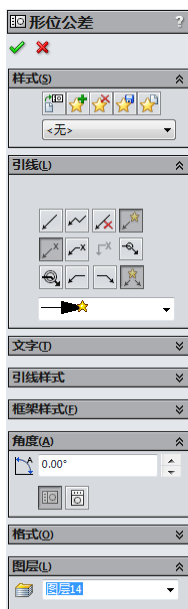
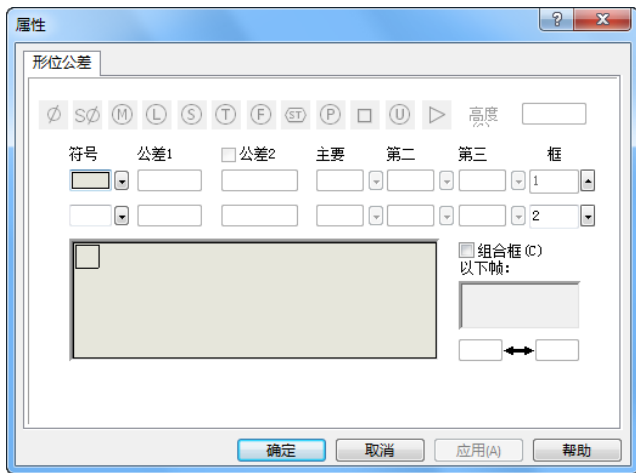

图 8-65 “形位公差”属性管理器
图 8-66 “属性”对话框
**02** 此时系统弹出如图 8-65 所示的“形位公差”属性管理器和如图 8-66 所示的“属性”对话框。